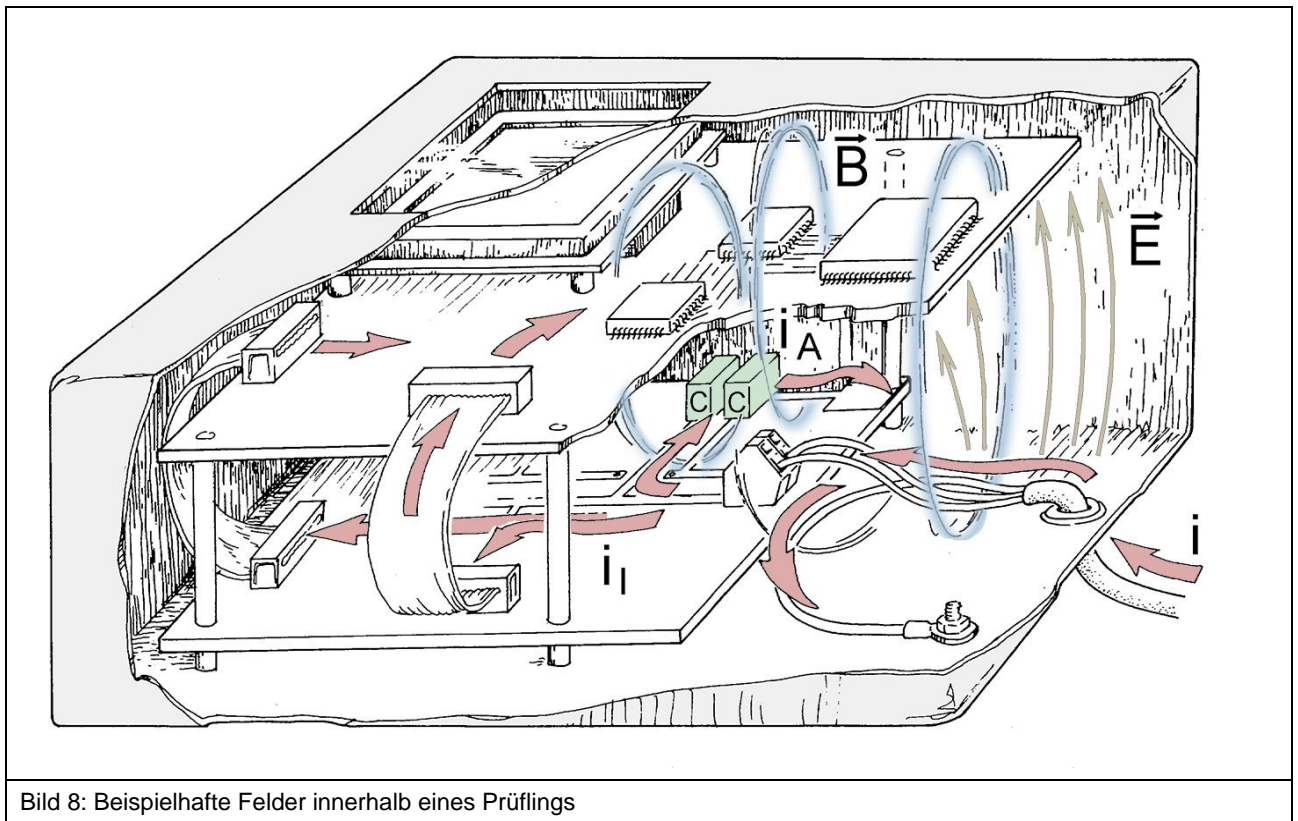

Bild 8: Beispielhafte Felder innerhalb eines Prüflings
- Praktisch sind beide Schwachstellenarten relevant. Beispielsweise können bei Störvorgängen elektrische Felder auftreten, die elektrisch sensible Schwachstellen zum Ansprechen bringen. Die durch das elektrische Feld getriebenen Ströme erzeugen Magnetfelder, die wiederum magnetisch sensible Schwachstellen ansprechen (**Bild 8**).
Störstrom  $i$  dringt leitungsgebunden in das Gerät ein (**Bild 8**). Über Kondensatoren **C** führende Ableitstromwege leiten den Anteil  $i_A$  nach außen und reduzieren den Störstrom  $i$  für die inneren Bereiche. Die im Bild gezeigten Magnetfelder **B** können einige Dezimeter entfernt angeordnete elektronische Baugruppen beeinflussen. Nicht alle B-Felder, die die Baugruppenoberfläche durchsetzen, wirken beeinflussend. Es sind meist nur kleine Gebiete B-feldsensibel. Zu beachten ist, dass nicht nur Störströme  $i$  in der Umgebung von Zuleitungskabel und PE-Verbindungen Magnetfeld erzeugen.